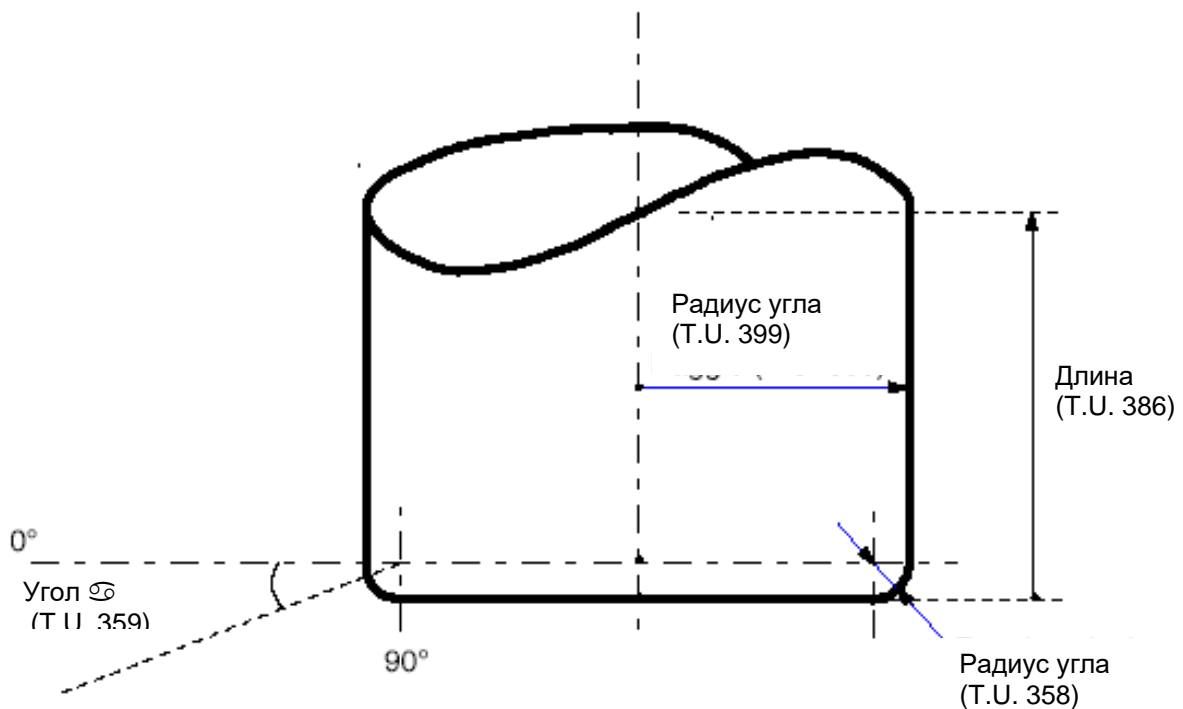

Рис. 2.5 Инструмент тороидального типа
- n угол контакта между углом раскрытия и деталью (совпадает с параметром 359) – см. рис. 2.5 и 2.6.